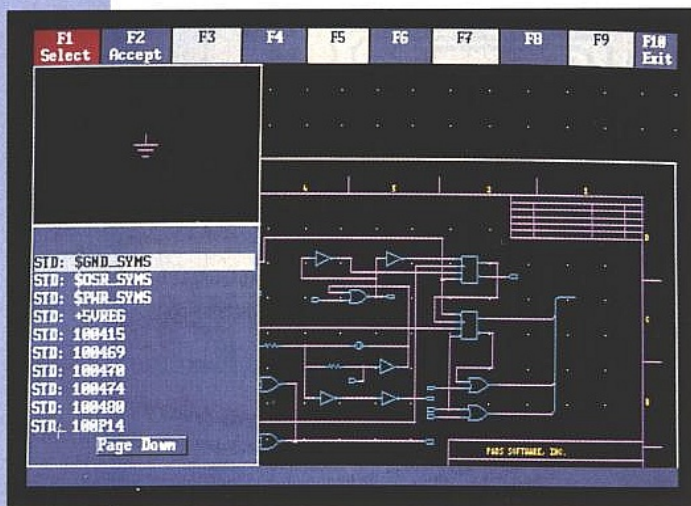

Figure 1 : Pads Logic. Sélection d'un élément. Celui-ci apparaît dans une fenêtre spécifique.
Il est donné en figure 1. Le coeur du montage est un générateur de courant constant construit autour du circuit intégré CI1, un LT1050CN8 de LINEAR TECHNOLOGY. C'est un composant qui ne pourra être remplacé par un autre que s'il présente sensiblement les mêmes caractéristiques.
■ Figure 1 : schéma de principe retenu.